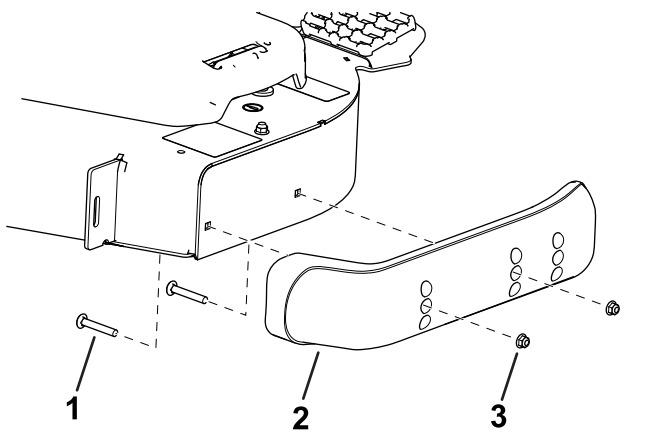

Bild 13
3. Bewegen Sie die Kufe in die gewünschte Position und sichern Sie diese mit Bundkopfschrauben und -muttern am Mähwerk (Bild 13).